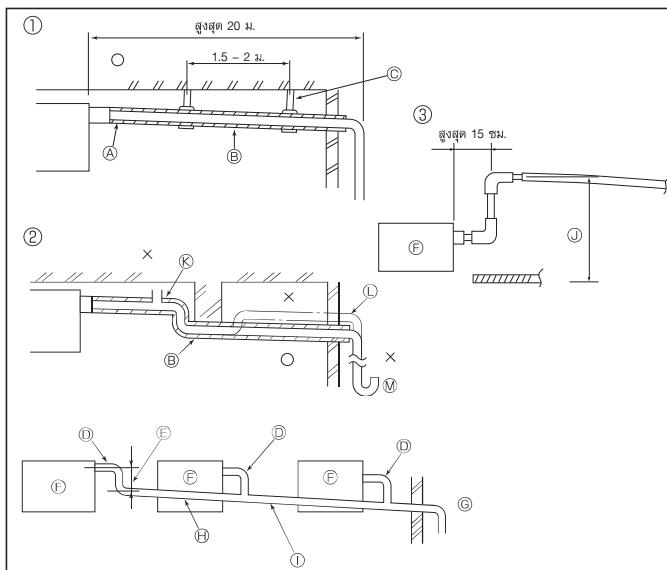

Fig. 5-1
5.1. งานเดินท่อระบายน้ำ (Fig. 5-1)
- ① การเดินท่ออย่างถูกต้อง
② การเดินท่อไม่ถูกต้อง
③ เมื่อเขียนท่อระบายน้ำหักยอกตามมาตรฐาน